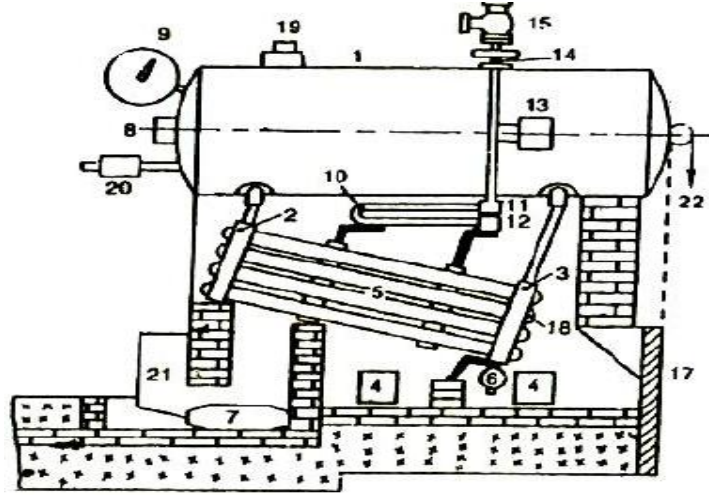

Fig 2.3.4: बॅबकॉक आणि विलकॉक्स बॉयलर (Babcock & Wilcox Boiler)
हे एक सरळ ट्यूब, स्थिर प्रकारचा वॉटर ट्यूब बॉयलर (Water Tube Boiler) आहे, जसे की Fig 2.3.4 मध्ये दाखवले आहे. यात स्टीम आणि पाणी ड्रम (Steam & Water Drum)(1) आहे. तो शेवटी एक लहान ट्यूबद्वारे अपटेक हेडर (Uptake Header) किंवा रायसरशी (2) जोडला आहे. वॉटर ट्यूब्स (5) तिरप्या असून ते अपटेक हेडरला डाउनटेक हेडरसोबत जोडतात. प्रत्येक पंक्तीचे ट्यूब्स (१०० मिमी व्यास) दोन हेडर्ससोबत जोडले आहेत, आणि त्यांची अनेक पंक्ती आहेत. ट्यूब्सच्या दिशेने हेडर्स वेणी आहेत, त्यामुळे प्रत्येक ट्यूब दुसऱ्याच्या जागेत नसतो, आणि गरम गॅसेस प्रत्येक ट्यूब्सला गरम करू शकतात. हेडर्स ट्यूब्सच्या अग्रेवर हॅन्ड होल्स कॅप्स (18) सहित उपलब्ध असतात. प्रत्येक डाउनटेक हेडरशी एक मंड बॉक्स (6) दिला गेला आहे ज्यात मंड संकलित केला जातो. एक मंड चालनाऱ्या स्वतःचालीत चैन ग्रेट आहे, ज्यावर कोल हॉपर (Coal Hopper)(21)मधून आणले जाते.